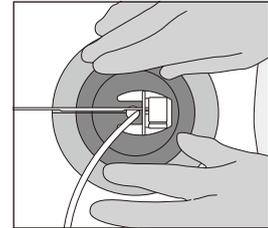

図2
2. チューブを皮膚保護剤粘着パッドのスリットを通して本品の中央にあるプレカット孔にはめます（図2）。チューブのサイズが大きい場合は、プレカット孔をはさみで適当な大きさに切って孔径を広げてください。